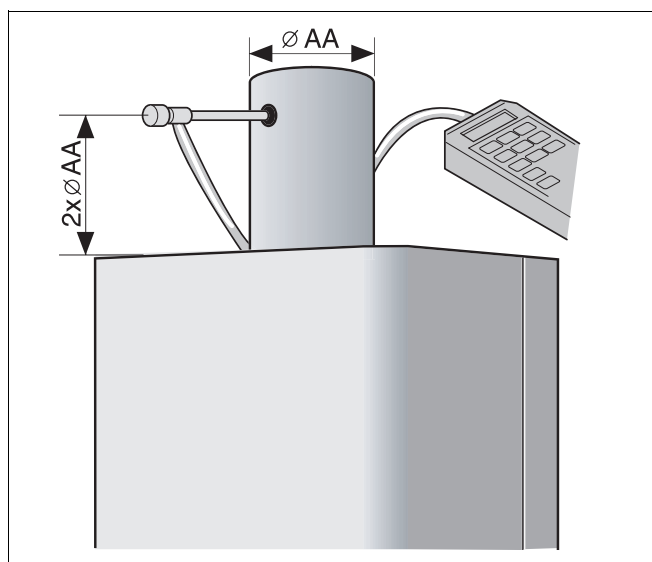

Fig. 19 Ștuț de racordare sistem de evacuare a gazelor arse / aerului de ardere
- Realizați în țeava de evacuare a gazelor arse, cca. $2 \times \varnothing AA$ (racord pentru gaze arse) după racordul pentru gaze arse de un orificiu (fig. 19).